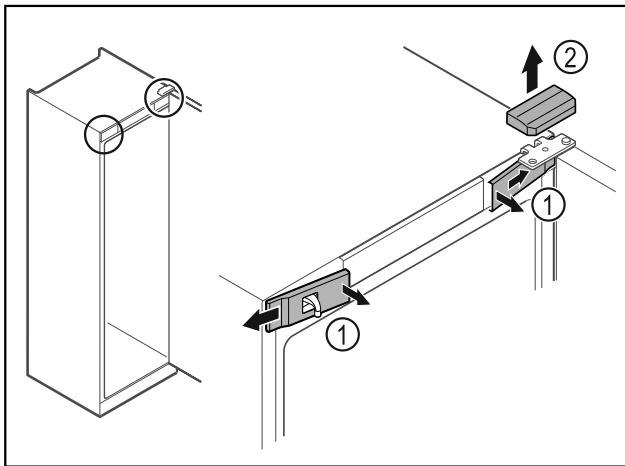

Fig. 15
- ▶ Voorste afdekkingen Fig. 15 (1) binnen ontgrendelen en naar de zijkant toe verwijderen.
- ▶ Bovenste afdekking Fig. 15 (2) naar boven toe verwijderen.